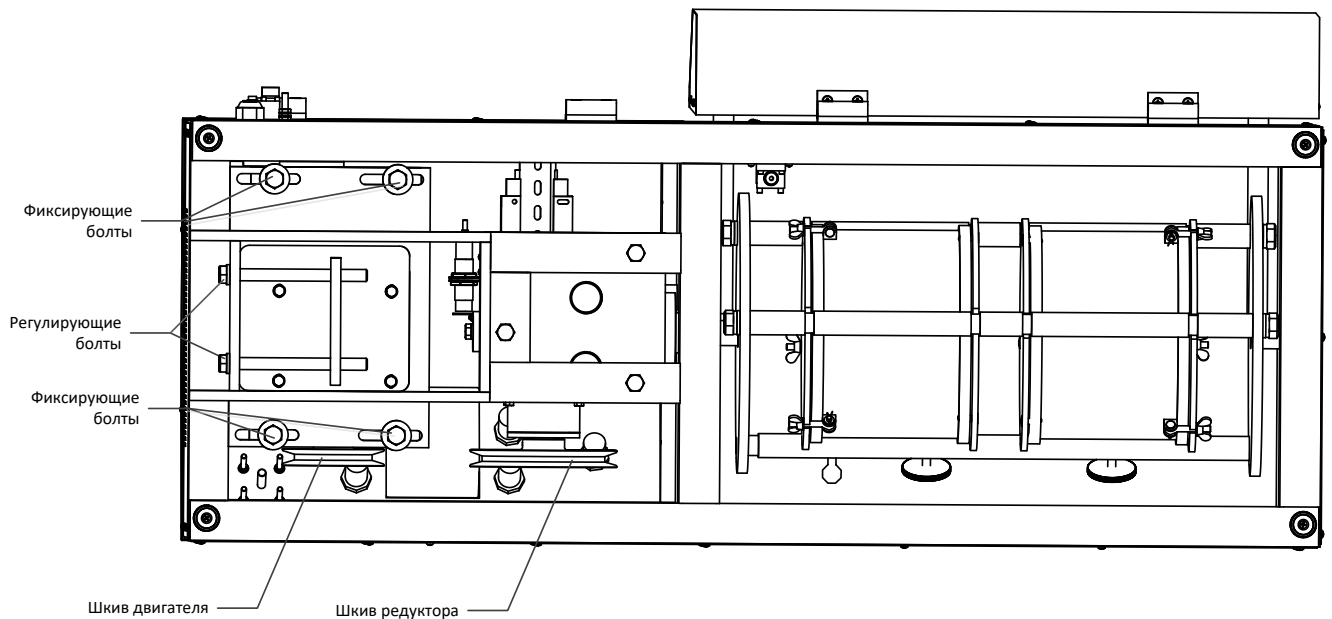

Рисунок 6 – Регулировка натяжения ремня
5.5.1 Для регулировки натяжения приводного ремня ИМД-10 установить согласно рис. 6.